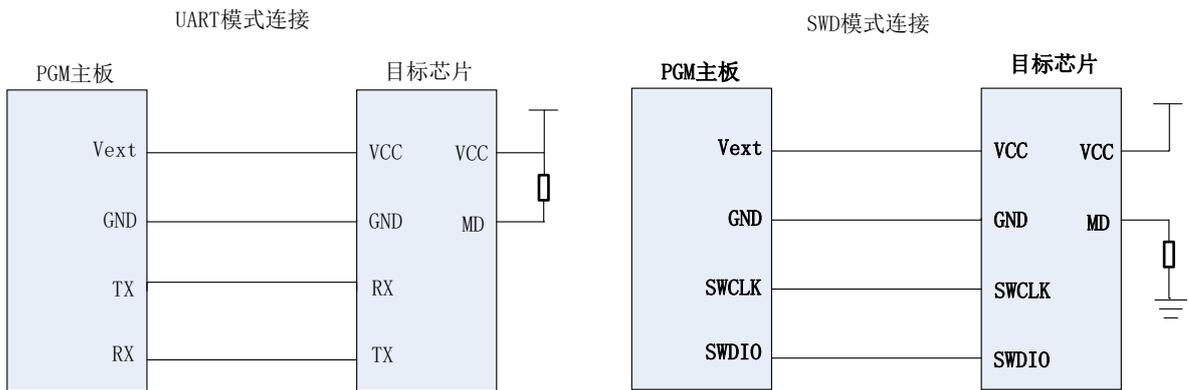

图 4 部分系列连线方法 1
- **HC32L15/HC32F14/HC32M14/HC32L13/HC32F03/HC32L17/HC32L19/HC32L07/HC32F07/HC32F19/HC32F17/HC32F4A0** 系列芯片的接线方法如图 4 所示。